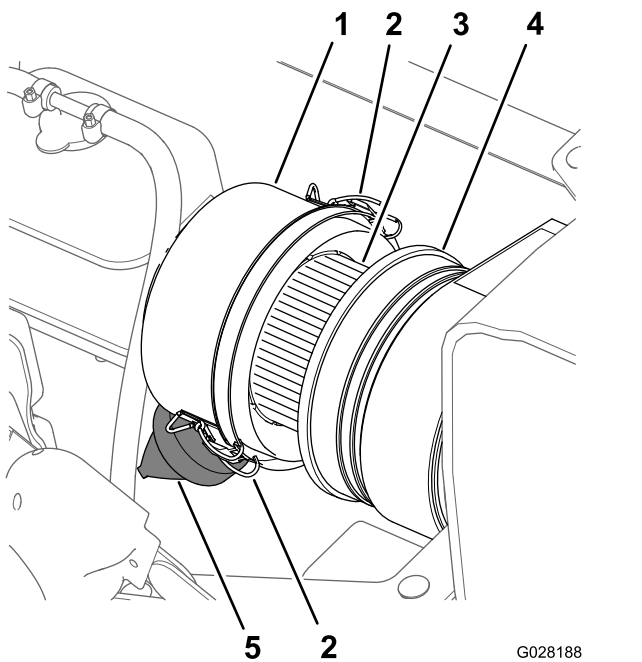
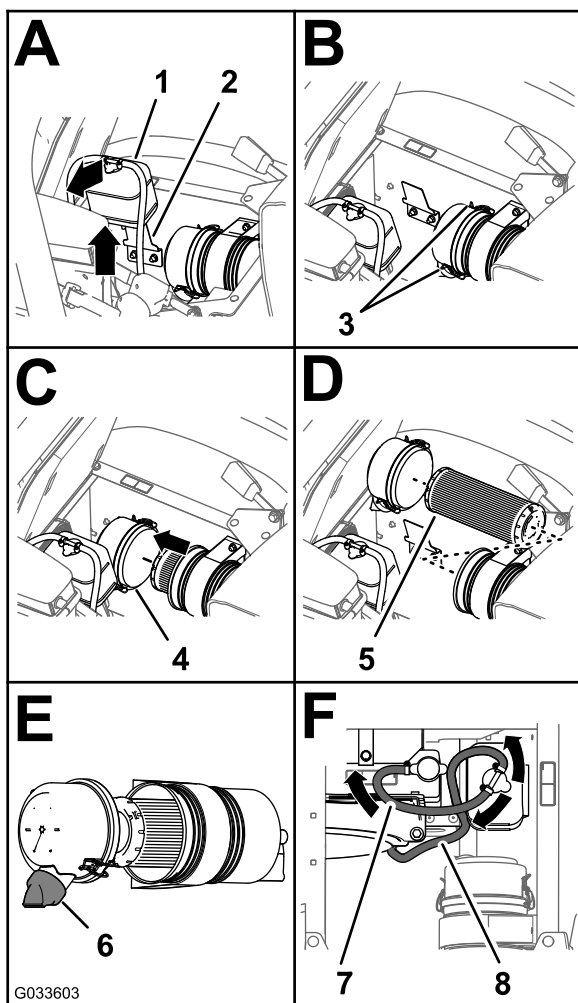

Figure 67
Figure 68
3. Nettoyez le capuchon antipoussière et le boîtier du filtre à air (Figure 67).
4. Recherchez sur le boîtier du filtre à air des dommages susceptibles d'occasionner des fuites d'air (Figure 67).
5. Pressez la valve à poussière pour éliminer les saletés, la poussière et les débris (Figure 67).
7. Vérifiez que l'élément du filtre à air ne présente pas de dépôts excessifs de poussière, saleté ou débris (Figure 67).
8. Reposez le capuchon antipoussière sur le boîtier du filtre à air et fixez-le en place avec les 2 attaches (Figure 67).
2. Nettoyez le capuchon antipoussière et le boîtier du filtre à air (Figure 67).
3. Soulevez le réservoir de trop-plein de liquide de refroidissement pour le déposer de son support (Figure 68).
4. Desserrez les 2 attaches qui fixent le capuchon antipoussière sur le boîtier du filtre à air (Figure 68).
6. Nettoyez l'intérieur du capuchon antipoussière, du boîtier du filtre à air et de la valve à poussière avec un chiffon humide (Figure 67 et Figure 68).
7. Insérez l'élément filtrant neuf dans le boîtier du filtre à air (Figure 68).
8. Reposez le couvercle sur le boîtier du filtre à air et fixez-le en place avec les 2 attaches (Figure 68).
**Remarque:** Vérifiez que la valve à poussière est bien alignée entre les positions 5 et 7 heures vu de l'extrémité (Figure 68).
9. Placez le réservoir de trop-plein du liquide de refroidissement en face de son support et fixez solidement le réservoir (Figure 68).